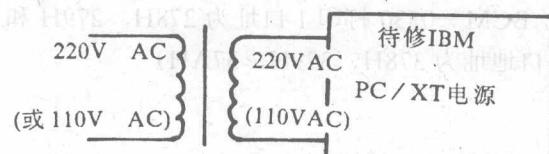

图 2 隔离变压器的连接
3、这种电源设计的另一特点，系统电源是直接从交流 220 伏（或 110 伏）经桥式整流（或倍压整流一对 110 伏供电而言）、滤波获得 300 伏的直流变换用电压。省去电源变压器，在设计上是十分先进的，使用也十分安全。但这种电路对维修人员十分危险。众所周知，当带电源变压器的电路使人触电时，在触电瞬间，电能的绝大部分，被变压器电感线圈吸收，一般情况下不会造成触电者生命危险。但是，当电路无电源变压器时，在触电短路瞬间，电路能量全加到触电者身上，况且又是直流 300 伏，后果就严重了。为保证维修人员维修 PC / XT 电源时的安全，除了要求工作台、地板绝缘外，最好在供电系统与 PC / XT 电源间加接一个隔离变压器，如图 2。这个变压器初次级电压要与供电电压一致，如 220 伏。功率 150 瓦即可。